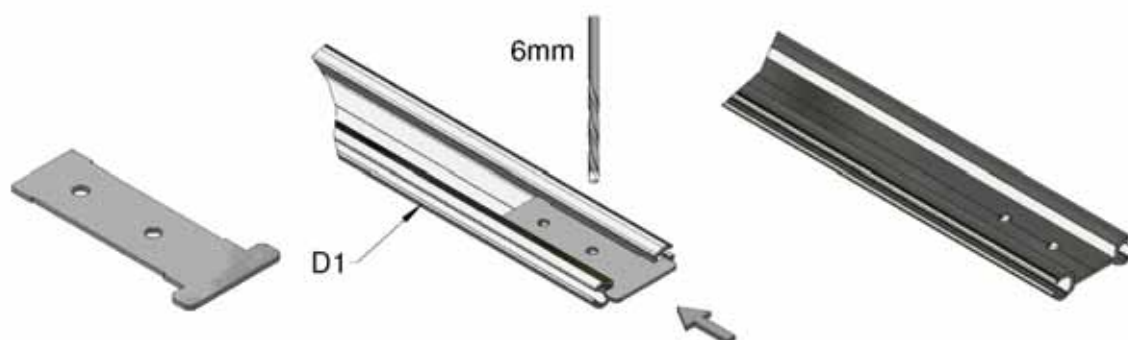

Figure 5a, Perçage des barres de tension
- 4 Placer le garbarit de perçage dans le renforcement avec la rainure et à fond contre la butée. Utilisez le garbarit pour percer deux trous aux extrémités de la barre de tension D1 à l'aide d'une perceuse de 6 mm (figure 5a).